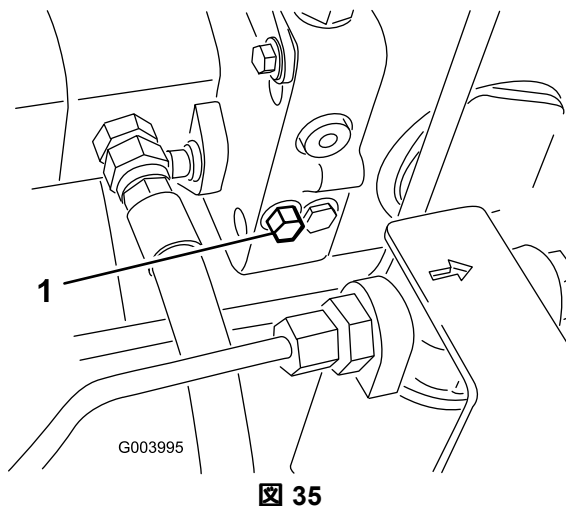

図 35
1. バイパスバルブはハイドロスタットの左側にある図 35。ボルトを右または左に11.5回転させると内部でバイパスが形成される。